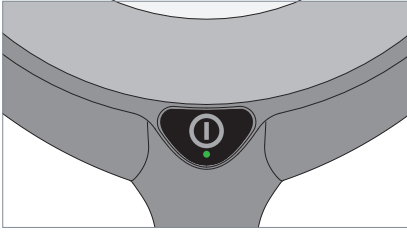

Fig. 8: Tecla.
- ▶ Pulse la tecla, véase Fig. 8.
- ▶ Pulse la tecla y manténgala pulsada, véase Fig. 8.
- ▶ Pulse la tecla dos veces seguidas rápidamente, véase Fig. 8.